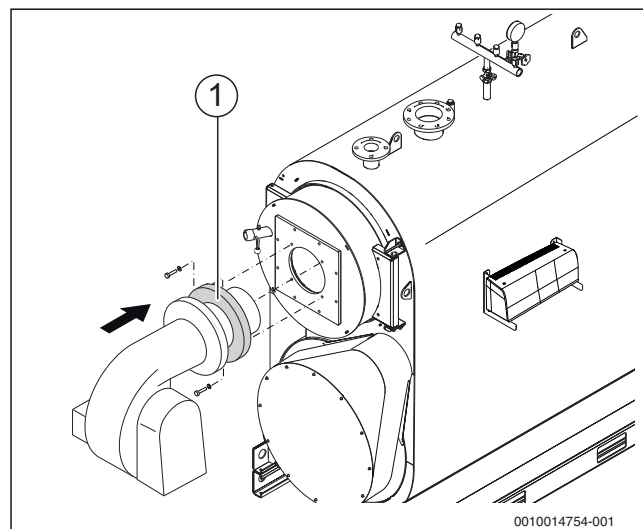

Рис. 17 Установка уплотнения
- Наденьте уплотнение на трубу горелки (→ рис. 17, [1], стр. 23).